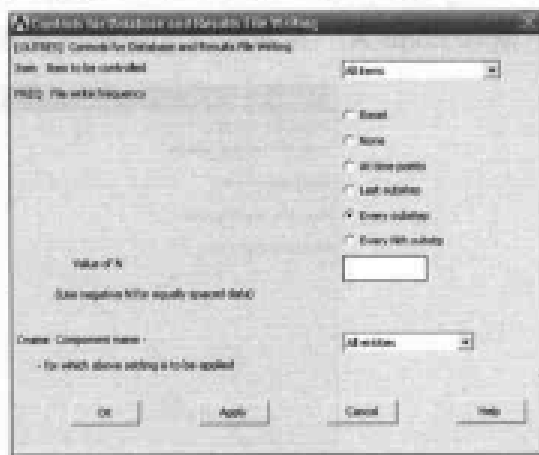

图 13-142 结果输出控制对话框
(9) 选择 Main Menu | Solution | Load Step Opts | Output Ctrl's | DB/Results File 命令, 出现 Controls for Database and Results File Writing 对话框, 在 Item Item to be controlled 列表框中选择 All Items 选项, 在 FREQ File Write frequency 选项组中选 Every Substep 单选按钮, 如图 13-142 所示, 单击 OK 按钮关闭该对话框。
(10) 选择 Main Menu | Solution | Solve | Current LS 命令, 出现 Solve Current Load Step 对话框, 单击 OK 按钮, ANSYS 开始求解计算。
(11) 选择 Utility Menu | File | Save as 命令, 出现 Save Database 对话框, 在 Save Database to 文本框中输入 exercise62.db, 保存求解结果, 单击 OK 按钮关闭该对话框。